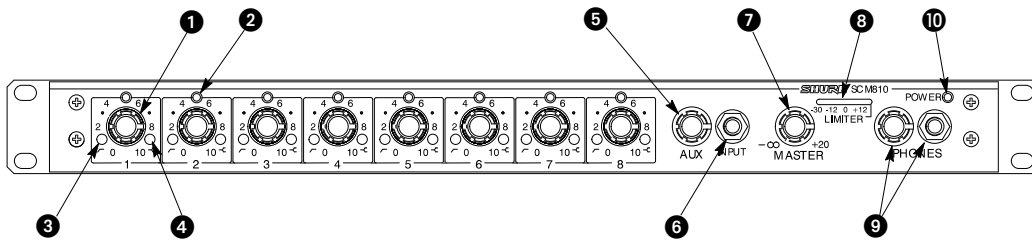

FIGURE 1
**COMMANDES, CONNECTEURS ET INDICATEURS DU PANNEAU FRONTAL (se reporter à la figure 1)**